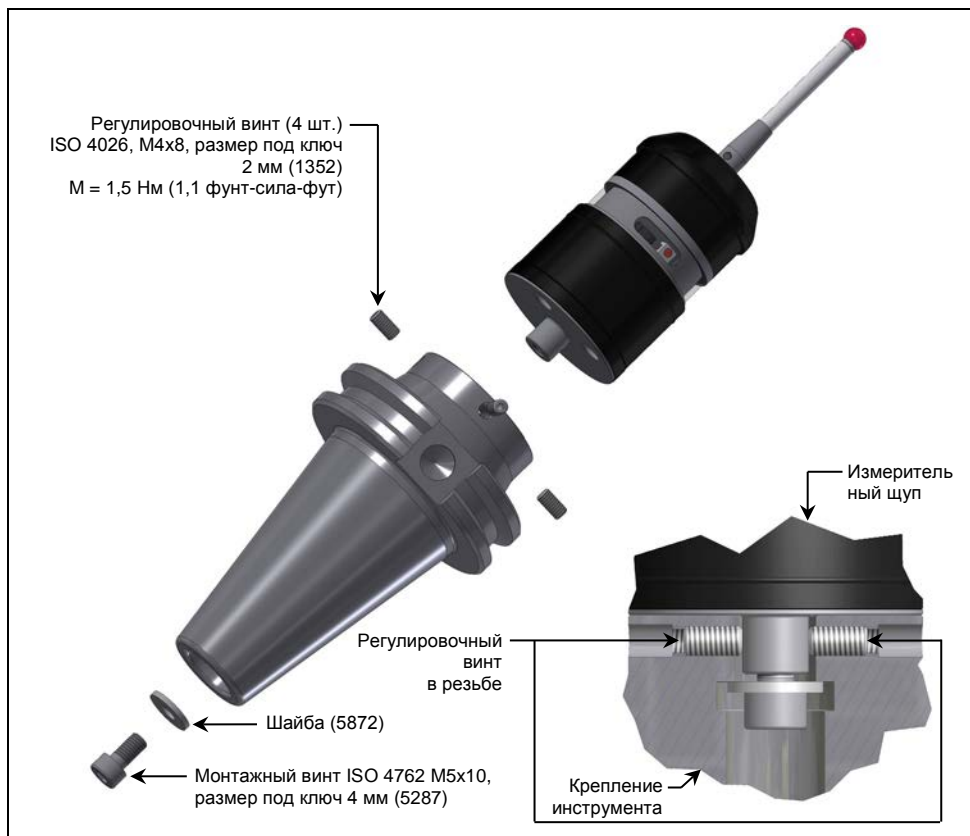

рис. 6 Монтаж/демонтаж крепления инструмента
- 1.1 Ослабьте все 4 регулировочных винта (см. рис. 6) с помощью торцового шестигранного ключа размера 2 мм.
- 1.2 С помощью торцового шестигранного ключа размера 4 мм открутите монтажный винт (см. рис. 6) с верхней стороны крепления инструмента.
- 1.1 Ослабьте 2 зажимных винта (см. рис. 6) с помощью торцевого шестигранного ключа размера 4 мм.
- 1.3 Ослабьте все 4 регулировочных винта (см. рис. 6) с помощью торцевого шестигранного ключа размера 2 мм.
- 1.4 С помощью торцевого шестигранного ключа размера 4 мм открутите монтажный винт (см. рис. 6) с верхней стороны модульного адаптера.